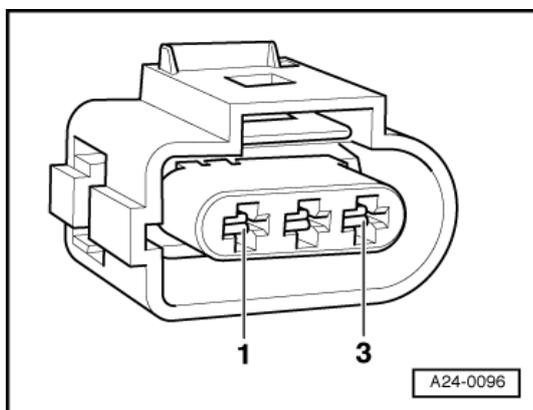

Fig.14 Conector de sensor de cigüeñal - lado hacia UCE motor.
-Si se obtienen los valores indicados revisa el arnés en busca de interrupción o cortocircuito entre si, a masa o a positivo, entre el conector del sensor (fig.14) lado hacia la UCE de motor y los contactos correspondientes en los conectores de la UCE motor.